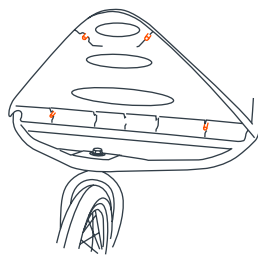

Fig. 7a
7) • Examiner le bas du pare-chocs. Vous remarquerez cinq tubes de plastique de 1/4 de pouce de diamètre qui saillent de la base (Fig. 7a).